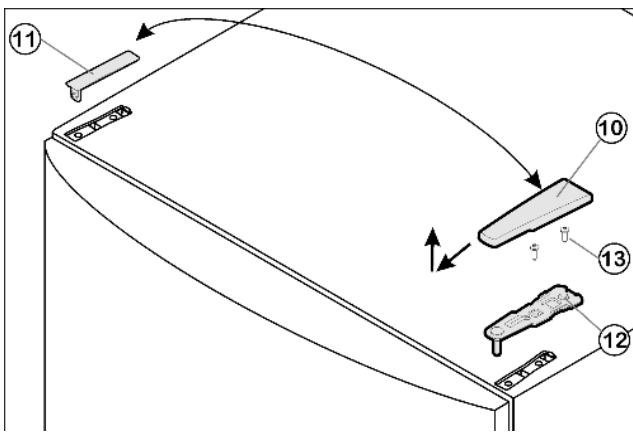

Fig. 4
- ▶ Крышку Fig. 4 (10) снимите движением вперед и вверх.
- ▶ Снимите крышку Fig. 4 (11).
- ▶ Открутите верхний опорный кронштейн Fig. 4 (12) (2 шт. Torx 25) Fig. 4 (13) и вытяните вверх.
- ▶ Установите верхний опорный кронштейн *Fig. 4 (12)* на новой стороне шарнира и защелкните в дверце.
- ▶ Прикрутите верхний опорный кронштейн *Fig. 4 (12)* (2 шт. Torx 25) *Fig. 4 (13)*. При необходимости просверлите отверстие или используйте аккумуляторную отвертку.
- ▶ Защелкните крышку *Fig. 4 (10)* и крышку *Fig. 4 (11)* на противоположной стороне.